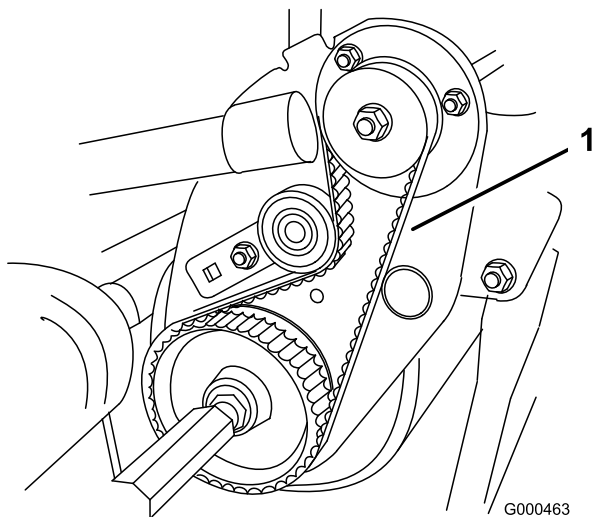

Figura 39
2. Verificate la tensione premendo sulla cinghia (Figura 39) al centro tra le pulegge, applicando una forza di $2 \pm 0,5$ kg. La cinghia deve flettersi di 6,3 mm. In caso contrario, procedete come segue.